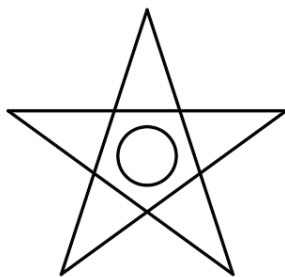

图 5-36 修改特性后的图形效果
④ 将光标置于绘图窗口中，按〈Esc〉键取消对象选择。再次单击“特性”按钮或者按〈Ctrl+1〉组合键以关闭“特性”选项板。更改圆特性后的图形效果如图 5-36 所示。